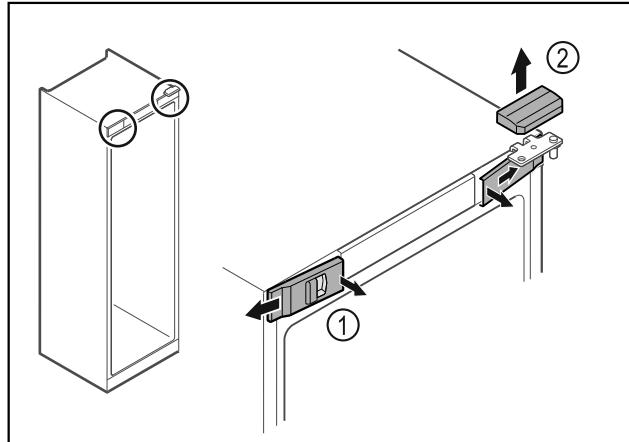

Fig. 16
► Odistite zvnútra predné kryty Fig. 16 (1) a odoberte ich do strany.
► Odoberte horný kryt Fig. 16 (2) nahor.